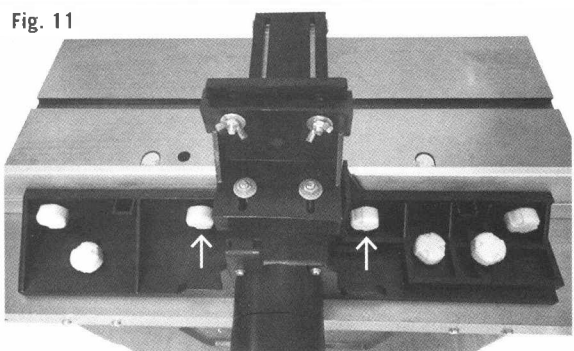

Fig. 13
- Finden Sie in der Mitte auf der Vorderseite der Maschine die zwei Löcher (Fig. 13).
- Locate the two holes at the centre of the machine front (Fig. 13).
- Localiser à l'avant centre de la machine les 2 trous (Fig. 13).